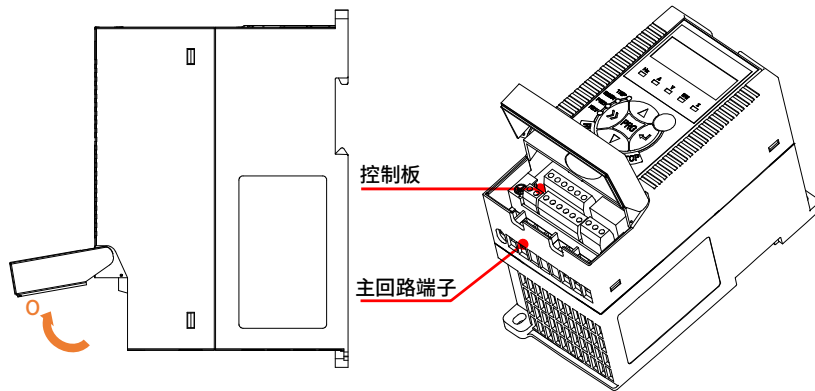

图 3-2 NE200 2 相 200V 0.4~2.2kW(GB)/3 相 400V 0.75(GB)~5.5kW(PB)
■ 配线区域的开合：如图 3-2 所示，沿箭头 O（打开）方向旋转打开盖子；配线完成后反方向闭合盖子。